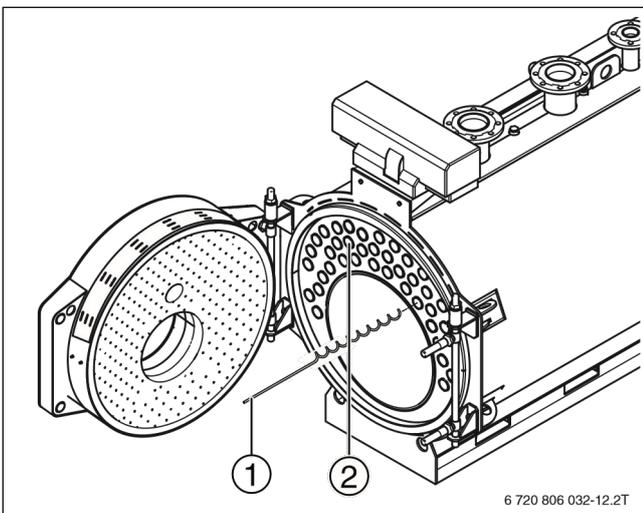

Рисунок 25 Корректировка предварительного натяжения турбулизаторов
▶ Задвиньте турбулизаторы (→Рисунок 25, [1]) в трубы дополнительных поверхностей нагрева (→Рисунок 25, [2]).